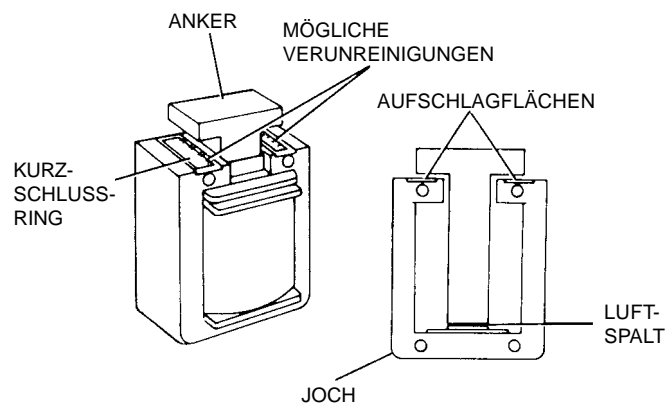

Abbildung 9 – Typischer Vorsteuer magnet für Wechselstrom
**Verunreinigungen zwischen Anker und Joch.** (Siehe Abb. 9). Reinigen Sie Anker und Joch gründlich, und achten Sie darauf, den Anker beim Einbau nicht um 180° zu drehen.
**Gebrochener Kurzschlußring** (siehe Abb. 9). Die Kurzschlußringe aus Kupfer verhindern das Brummen bei Wechselstrommagneten. Ist ein Kurzschlußring gebrochen, muß der Magnet ausgewechselt werden.
**Verringerung des Luftspalts durch Verschleiß.** Zwischen Anker und Joch muß bei erregtem Magneten ein kleiner Spalt offen bleiben (siehe Abb. 9). Bei Verschleiß am Anker verringert sich dieser Spalt, so daß der Magnet ausgetauscht werden muß.